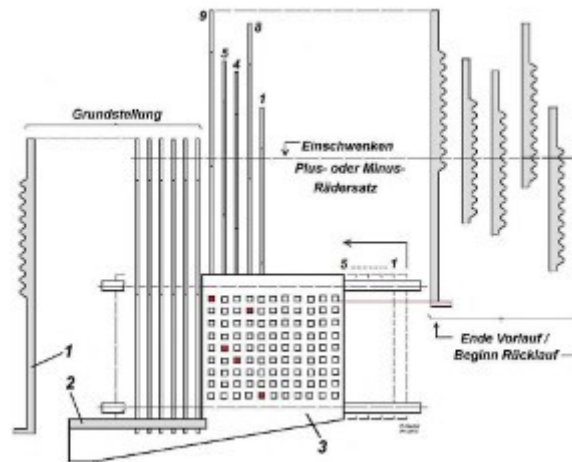

Abb. 5: Übernahme der fünfstelligen Zahl 95481
Mit der stellenweisen Eingabe z. B. der fünfstelligen Zahl **95481** werden durch das gleichzeitige und schrittweise Verschieben der Nullenleiste (2) mit Stiftschlitten (3) die fünf Zahnstangen-Träger (1) nacheinander entriegelt (Abb. 5).
Bei dem Zahlenbeispiel **95481** legt der Zahnstangen-Träger (1) in der Zehntausender-Stelle den längsten, in der Einer-Stelle den kürzesten Weg zurück (Abb. 5).